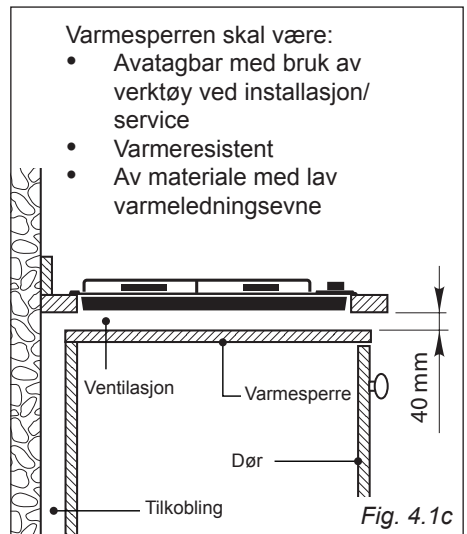

Fig. 4.1c
- Hvis det er en ovn (uten kjølevifte) installert under koketoppen, skal det installeres en varmesperre under koketoppen. Se fig. 4.1c.
- Hvis det er en ovn (uten kjølevifte) installert under koketoppen eller hvis bunnen av koketoppen er tilgjengelig gjennom et skap eller en skuff etter installasjonen, skal det installeres en varmesperre under koketoppen. Se fig. 4.1c.
- Hvis bunnen av koketoppen er tilgjengelig gjennom et skap eller en skuff etter installasjonen, skal det installeres en varmesperre under koketoppen. Se fig. 4.1c.